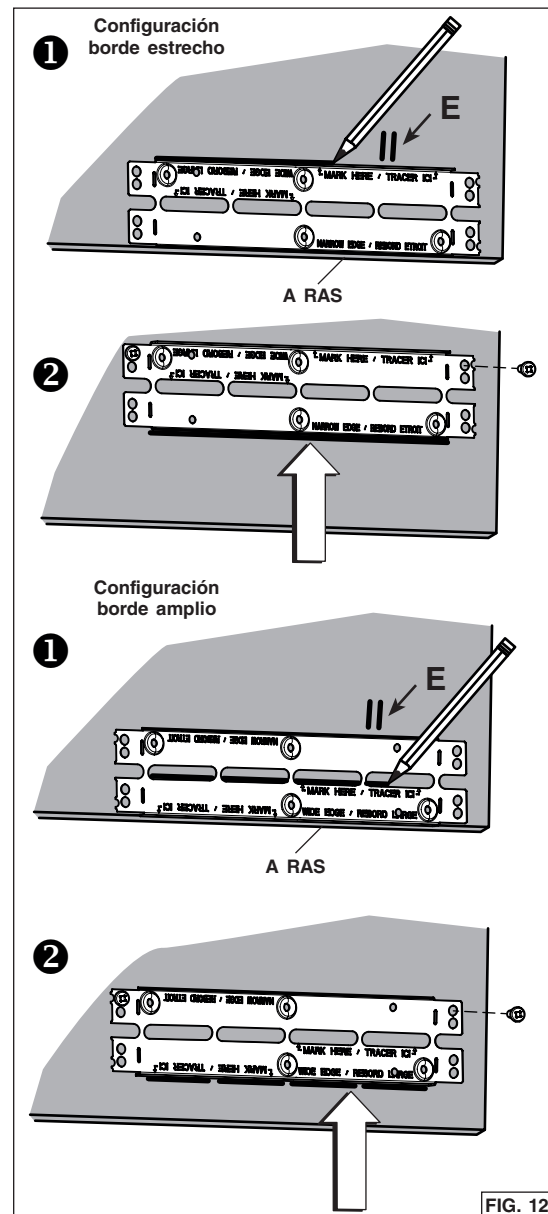

FIG. 12
5. Prestar atención a la ubicación de los ganchos Ease of Install en la unidad (distancia desde la parte delantera de la brida en FIG. 11). Medir y marcar la ubicación de los ganchos Ease of Install (correspondiente a E en FIG. 12 en la página siguiente) en ambos lados del gabinete.
6. Instale los soportes de gabinete como sigue (FIG. 12):
- 1 Coloque el soporte a ras con la parte inferior del panel derecho del gabinete, centrando la marca de la ubicación de los ganchos (E) entre los orificios inferiores en relieve. Para la configuración del borde estrecho, trace una línea encima del soporte. Para la configuración del borde amplio, rase una línea a la base de las ranuras centrales.